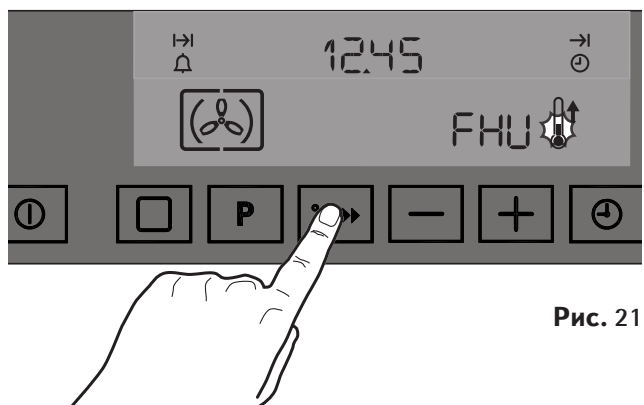

Рис. 21
4. Коснитесь клавиши “Функция быстрого разогрева” . На дисплее высветится символ “FNU” (РЗГ) (Рис. 21).